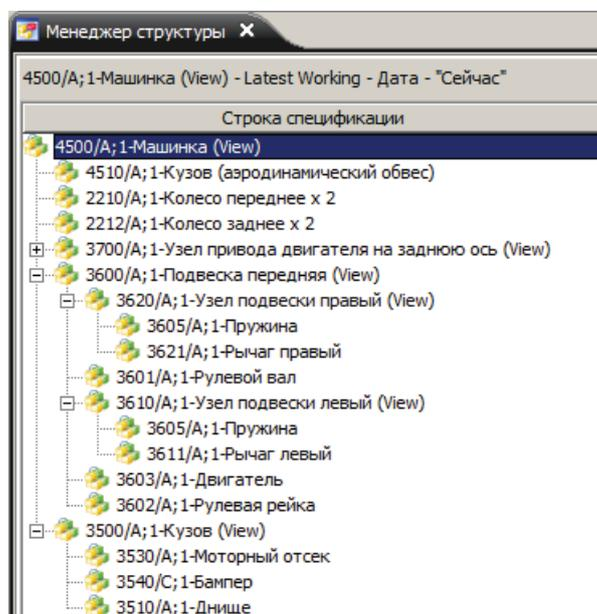

Рисунок 13.13
- загрузить исходную структуру в приложение **Менеджер структуры** (рис. 13.13);